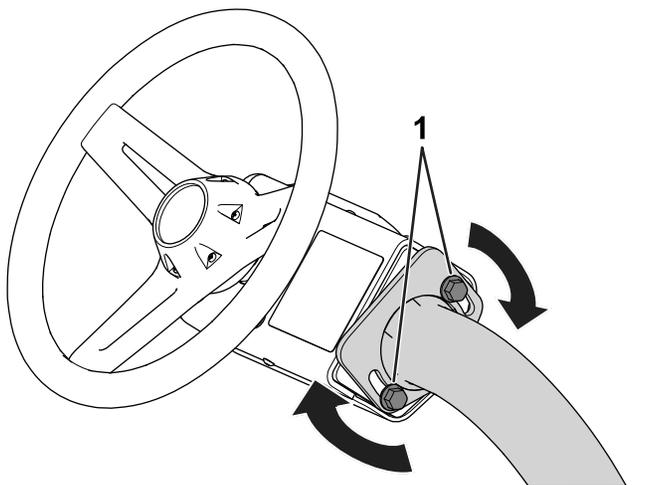

图 26
1. 松开将方向盘组件固定到转向臂上的螺栓 图 26。
3. 拧紧螺栓 图 26 将方向盘组件固定在您调整的位置。